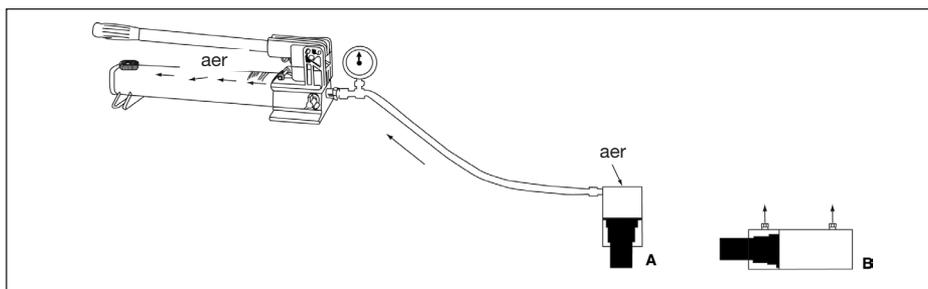

Figura 9
Îndepărtarea aerului din sistemul hidraulic va ajuta cilindrul să avanseze și să se retragă fără probleme (a se vedea figura 9).
6.1 Pompă cu cilindrul cu acțiune simplă (A)
- Poziționați cilindrul cu capătul pistonului în jos (în sus, dacă utilizați cilindrul de tragere). Consultați Figura 9 de mai jos.
6.2 Pompă cu cilindrul cu dublă acțiune (B)
- Așezați cilindrul în poziție orizontală, cu orificiile în sus. Consultați Figura 9.